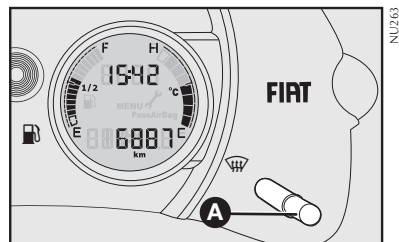

fig. 31
- Selecionar o hodômetro total através do botão **A-fig. 31**.